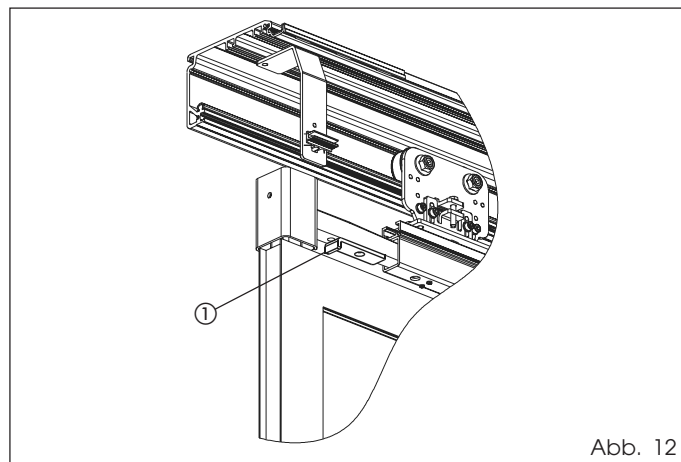

Abb. 12
Bei der Verwendung von sehr leichten Flügeln (max. 50 kg), den mitgelieferten Winkel laut Angaben in Abbildung 12 Bez. ① positionieren, bevor die Stange auf dem oberen Bügel eingesetzt wird.